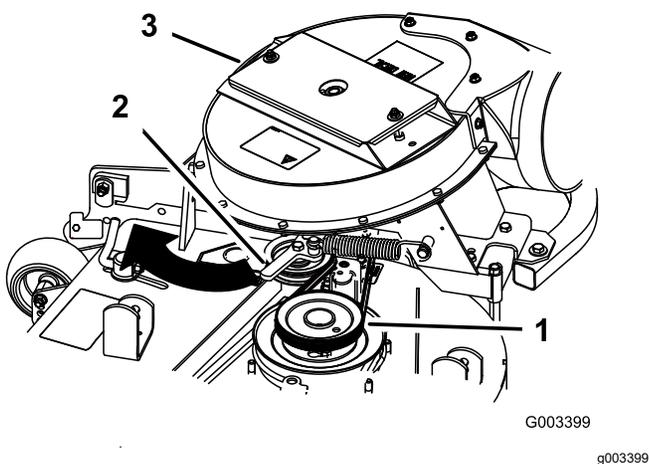

Figure 19
5. Tirez la poulie de tension rappelée par ressort vers l'arrière et chaussez la courroie sur la poulie du tablier de coupe (Figure 19).